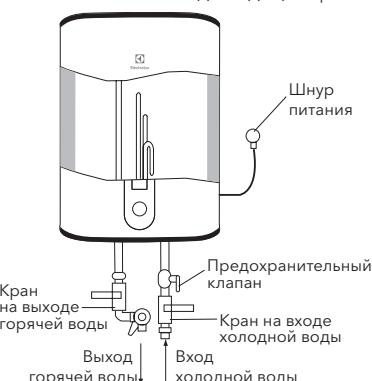

Рис. 5
- Предохранительный клапан следует устанавливать в месте входа воды (см. рис. 5).